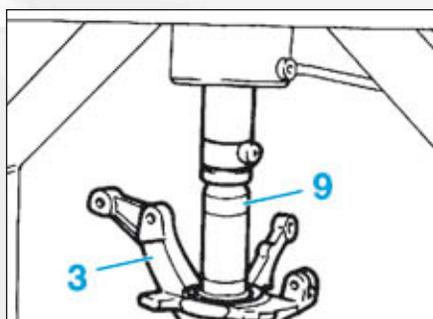

FIG.22
- A l'aide d'un mandrin (9) adapté, introduire le moyeu dans le pivot (3) à l'aide de la presse (Fig.22).